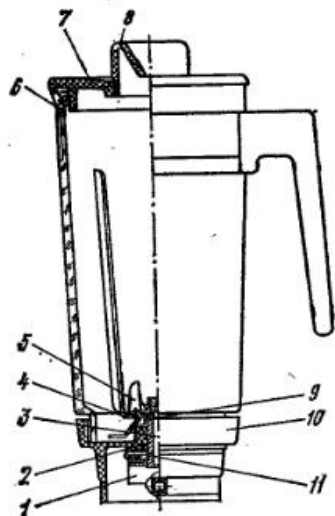

Рис. 63. Миксер:
**Миксер.** Резьбовой частью стакан миксера вворачивается в пластмассовое основание. Пружина 11 (рис. 63) с двумя шайбами предназначена для создания осевого уплотнения в подшипнике. Стакан закрывается крышкой 7, в центре которой имеется загрузочное отверстие для загрузки компонентов в процессе приготовления кулинарного изделия. Отверстие закрывается пробкой 8.
**Разборка подшипникового узла миксера.** В процессе эксплуатации миксера возможно просачивание жидкости через подшипниковый узел, что приводит к затрудненному вращению наала и возможному его заклиниванию. Придерживая рукой полумуфту 1 (см. рис. 63), отвернуть спецгайку. Снять с наала 3 нож 5 и текстолитовую шайбу. Извлечь нал из подшипника скольжения. Протереть все детали подшипникового узла. Ввести в подшипник скольжения три-четыре капли турбинного масла. Обратит внимание на положение текстолитовой и пружинной шайб со стороны ножа 5 и полумуфты 1. Собрать подшипниковый узел в обратном порядке.